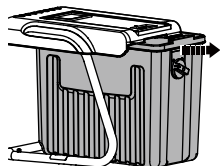

Figura 2
## Disimballaggio (Figura 2)
2. Per uno stoccaggio e un trasporto compatti, il cippatore (7) può essere riposto nel vassoio di raccolta (5). Estrarre il vassoio di raccolta (5) dal telaio ed estrarre il cippatore (7) e gli accessori, come mostrato nella figura 2.